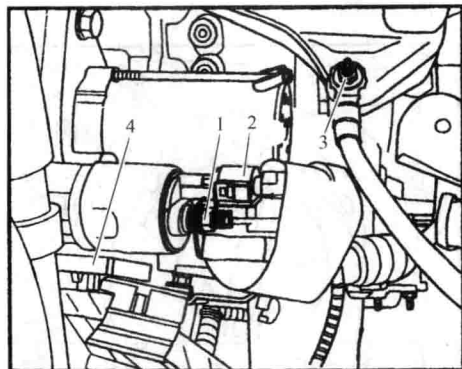

图 1-9 脱开起动机的连接插头和变速器的连接插头
15) 如图 1-9 所示, 脱开起动机的连接插头 2 和变速器的连接插头 4, 并松开固定螺母 1 和 3, 取下导线放置一旁。